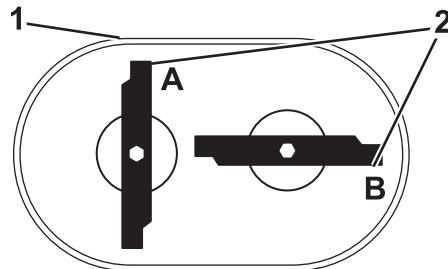

Bild 31
- Drehen Sie die Messer, bis sie wie in Bild 31 dargestellt positioniert sind.
- Messen Sie an den Stellen A und B von der ebenen Fläche zu den Schnittkanten (Bild 31) und notieren Sie beide Werte.